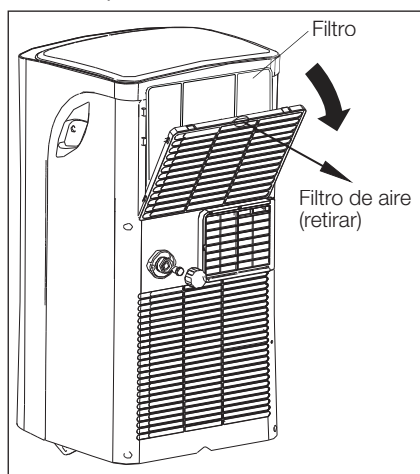

Fig. 27
- Esta unidad cuenta con un filtro en la parte posterior. Agarre la lengüeta del panel superior y extraiga el filtro que está situado detrás de la rejilla del panel posterior (Fig. 27).